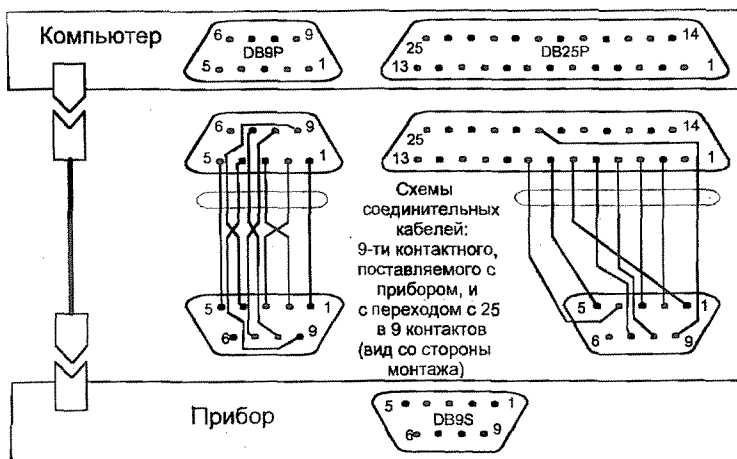

Рис.10.5
10.18.2. Подключение прибора к компьютеру осуществляется через девятиконтактный разъем (розетку), расположенный на задней стенке прибора, посредством специального кабеля (может входить в комплект поставки). Схема и таблица соединения прибора с компьютером приведены на рис.10.5.